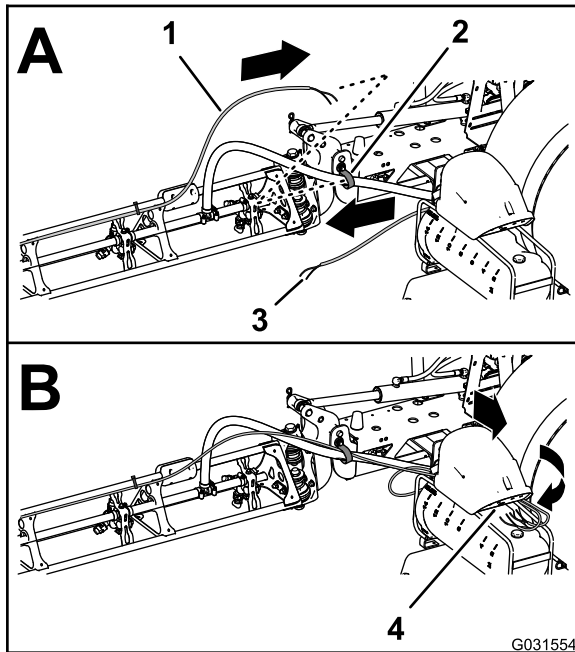

Figura 212
- Enrute los tubos de las boquillas de espuma de las secciones de brazo izquierda y derecha hacia atrás, a través de la abrazadera en R situada cerca del punto de giro de la sección de brazo (Figura 212).
- Enrute los tubos hacia adelante por el lado interior del compresor del depósito (Figura 212).